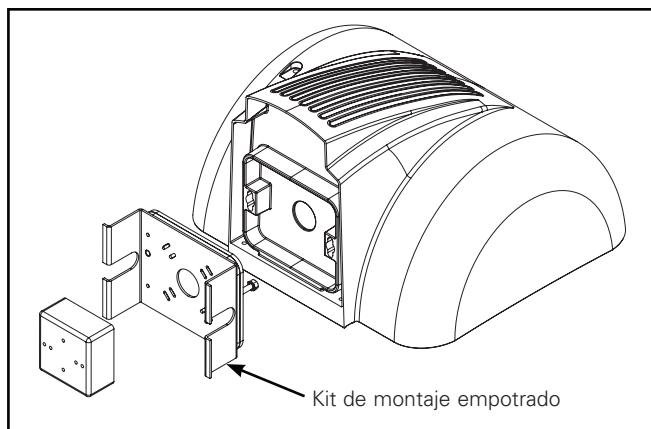

Figura 2. Montaje empotrado VWM / EM
2. Montaje empotrado: se monta en una placa empotrada en la pared (accesorio opcional VWM / EM) (Figura 2).
1. El kit de montaje empotrado está diseñado para su uso cuando es deseable incorporar el soporte de montaje en una pared vertida. Para orientación a la caja de conexión (Figura 2)